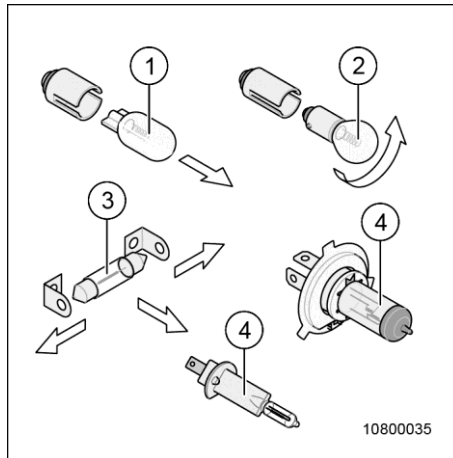
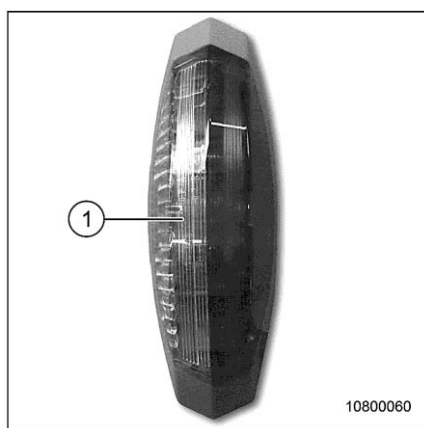
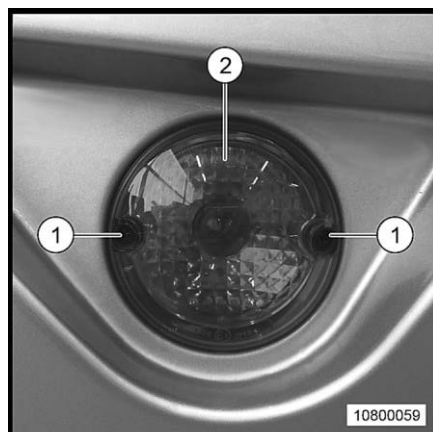
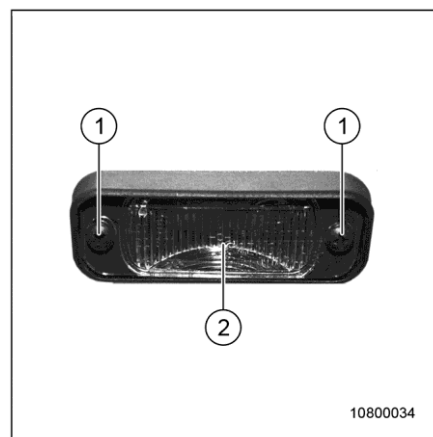

Fig. 174 Vue d'ensemble des types d'ampoules
Fig. 179 Feu de gabarit
Fig. 180 Feu antibrouillard
Fig. 181 Feu d'éclairage de la plaque d'immatriculation
1. Soulever prudemment l'écran (Fig. 179/1) du feu de gabarit avec un tournevis fin.
2. Enlever l'écran (Fig. 179/1) et remplacer l'ampoule (Fig. 174/3).
1. Dévisser les vis (Fig. 180/1) de l'écran du feu (Fig. 180/2).
2. Enlever l'écran (Fig. 180/2) et remplacer l'ampoule (Fig. 174/2).
1. Desserrer les vis (Fig. 181/1) de l'écran du feu (Fig. 181/2).
2. Enlever l'écran (Fig. 181/2) et remplacer l'ampoule (Fig. 174/3).